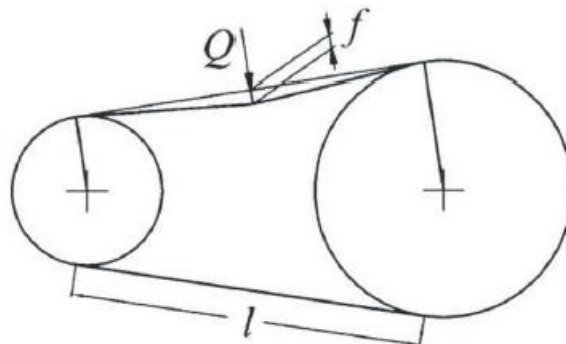

Figura 5-1: Diagrama de referencia del método de flexión para correas trapezoidales o dentadas.
Al usar el “método de flexión”, se necesita medir el desplazamiento (f) debido a la aplicación de una fuerza (Q) en el medio de la sección libre de la correa (l) y perpendicular a ella. Se puede usar la Figura 5-1 como referencia. El desplazamiento es usualmente alrededor del 1,5 % del estiramiento libre al aplicar una fuerza. Tanto el valor de flecha como el valor de fuerza se indican en la hoja de datos del sistema de transmisión.